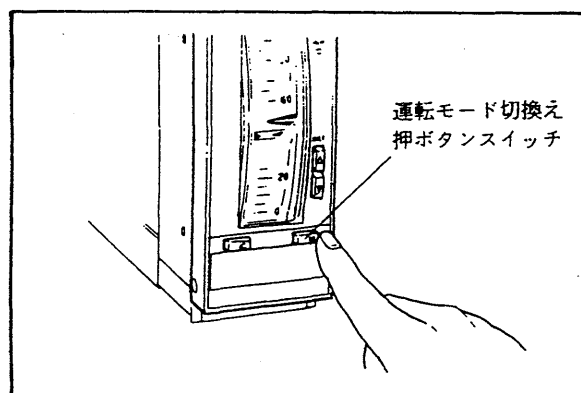

図 5.12 運転モードの切換
- (1) 正面の **M** モード押ボタン・スイッチを押して、本器を手動運転モードにし、**M** ランプが点灯することを確認してください(図 5.12 参照)